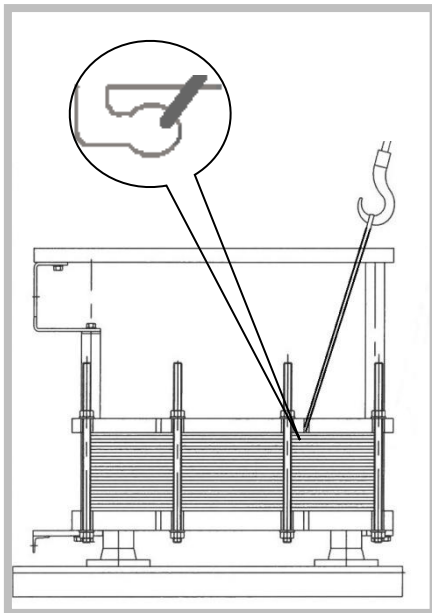

Figure 25
2. Fixez les élingues appropriées dans les œillets de suspension prévus sur les plaques de la structure (Figure 25). L'utilisation de chaînes de suspension est interdite. L'ECP risque d'être endommagé et de glisser.